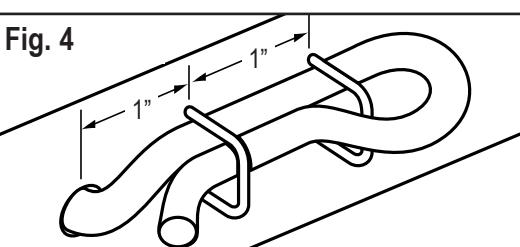

Fig. 4
7. Ponga dos grapas de cuerda como se indica en Fig. 4. Pase la red de carga a través de los huecos de la base y dóbelos a través de las grapas como se muestra (Fig. 4). Tirelo fuertemente y sujetelo clavando las grapas apretadamente contra la base.